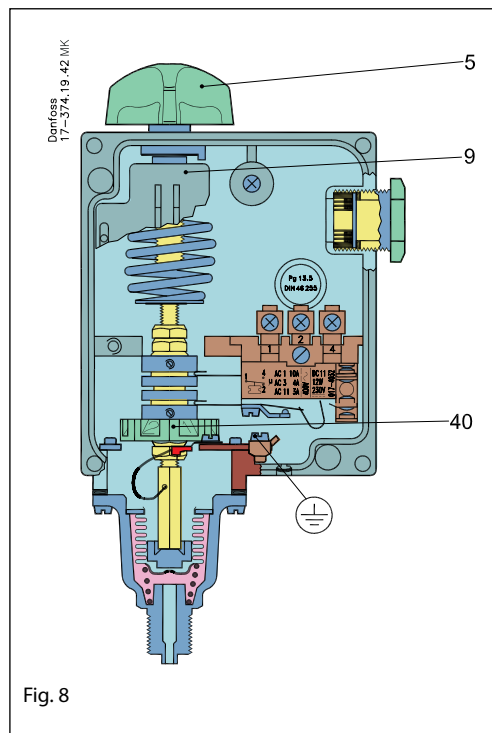

Fig. 8
Der Bereich wird mit dem Einstellknopf (5) Abb. 8 unter gleichzeitigem Ablesen der Hauptskala (9) eingestellt. Der eingestellte Druck ist der Ausschaltgedruck für den Kontakt 1-4 (siehe Abb. 13).
RT 200L wird mittels des Einstellknopfes (5) Abb. 8, Seite 9 auf 3,5 bar (35 m WS) minus der festen Differenz von 0,2 bar eingestellt.
Die Neutralzone $35-32 = 3$ m WS entsprechend 0,3 bar wird mittels der Neutralzonenrolle (40) Abb. 8 Seite 9 eingestellt. Dem Diagramm in Abb. 12 entsprechend wird die Rolle auf die Ziffer 1 eingestellt. Eine genaue Einstellung lässt sich durch die Verwendung des Prüfstandes in Abb. 14 erreichen.